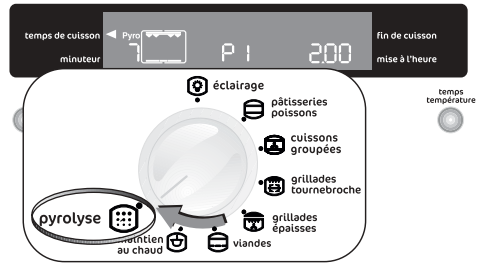

Fig. 19
2. Tournez le sélecteur de fonctions pour sélectionner la fonction "**Pyrolyse**" . Le symbole , l'indication "**Pyro**" et "**P1**" (Pyrolyse 1 - durée: 2 h) s'affichent (Fig. 19).